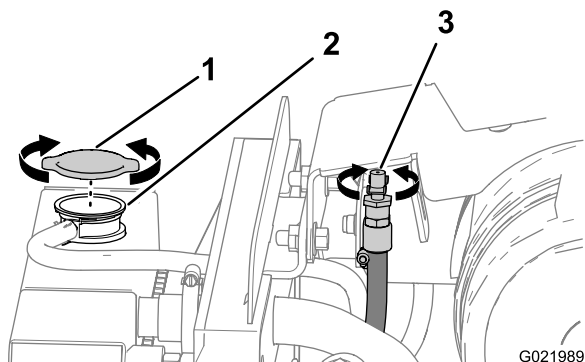
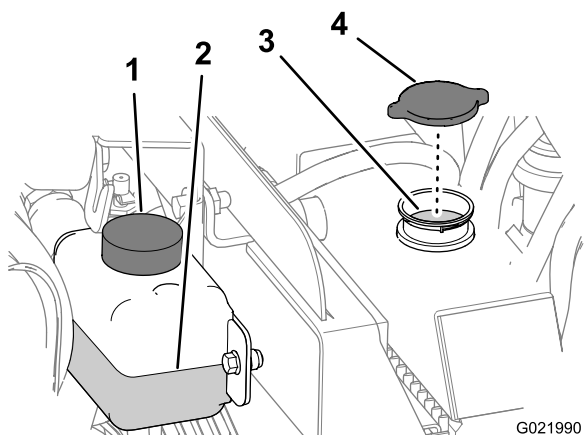

Figure 78
Figure 79
4. Ouvrez la valve de mise à l'air libre du moteur (Figure 78).
5. Enlevez le bouchon du goulot de remplissage du radiateur et vérifiez le niveau de liquide de refroidissement (Figure 78 et Figure 79).
6. Si le niveau de liquide de refroidissement est trop bas, faites l'appoint jusqu'à ce qu'il atteigne le bas du goulot de remplissage (Figure 79).
2. Enlevez le bouchon de radiateur (Figure 78 et Figure 79).
- B. Ouvrez la valve de mise à l'air libre (Figure 78).
- A. Ouvrez la valve de mise à l'air libre (Figure 78).
1. Enlevez le bouchon de radiateur (Figure 78 et Figure 79).
2. Ouvrez la valve de mise à l'air libre (Figure 78).